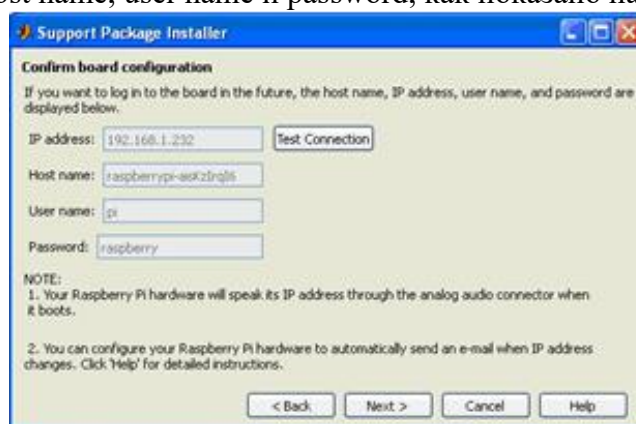

Рис. 4. IP адрес, Host name, user name и password из окна MatLab
11. Перейти к следующему пункту для сканирования установщиком сетевых устройств. При успешном сканировании установщик определяет IP адреса компьютера RPi. Сохранить IP адрес, Host name, user name и password, как показано на рис. 4.